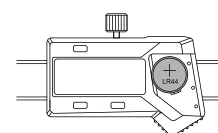

fig.2
- Coloque la pila SR44 o LR44 en su alojamiento, el polo positivo de la pila (+) debe quedar hacia fuera (fig.2)